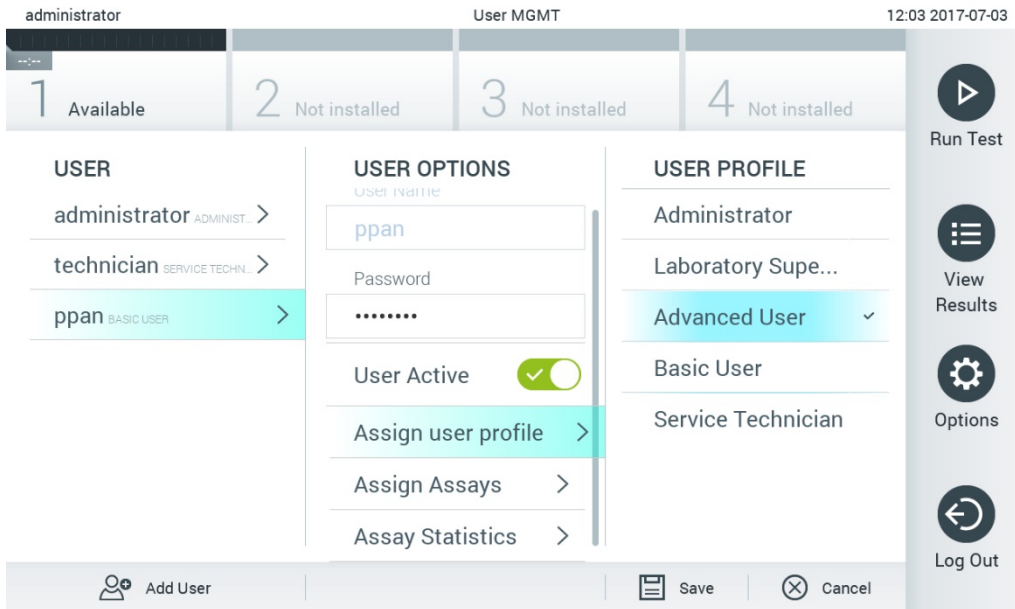

Figura 60. Alocarea profilurilor de utilizator utilizatorilor.
- **Assign User Profile** (Alocare profil de utilizator): Permite alocarea unui alt profil de utilizator utilizatorului respectiv (de exemplu, Administrator, Laboratory Supervisor (Supraveghetor de laborator), Advanced User (Utilizator avansat), Basic User (Utilizator de bază)). Selectați profilul de utilizator corespunzător din lista din dreapta a zonei de conținut (Figura 60, pagina următoare).